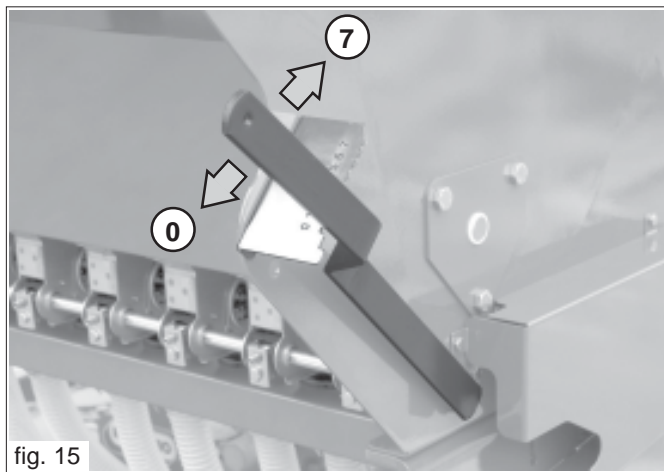

fig. 15
Le levier de réglage des tâteurs (Fig.15) se trouve sur le côté droit de la machine et agit sur une échelle graduée allant de 1 à 7 positions. En fonction du type de graine à employer, il est nécessaire de placer le levier sur le numéro ayant été relevé à partir du tableau de semis. Positionner le levier du fond mobile (à droite de la trémie) sur l'indice à 7 positions (cf. Fig. 15):
- 1) positionner le levier (cf. Fig. 15) sur la référence «0»;